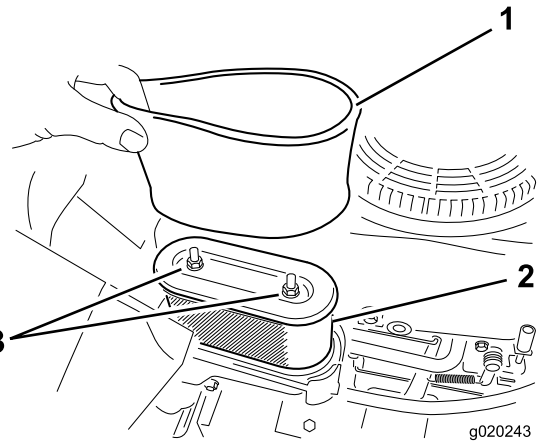

Figura 27
1. Instale el filtro de gomaespuma sobre el filtro de papel (Figura 27).